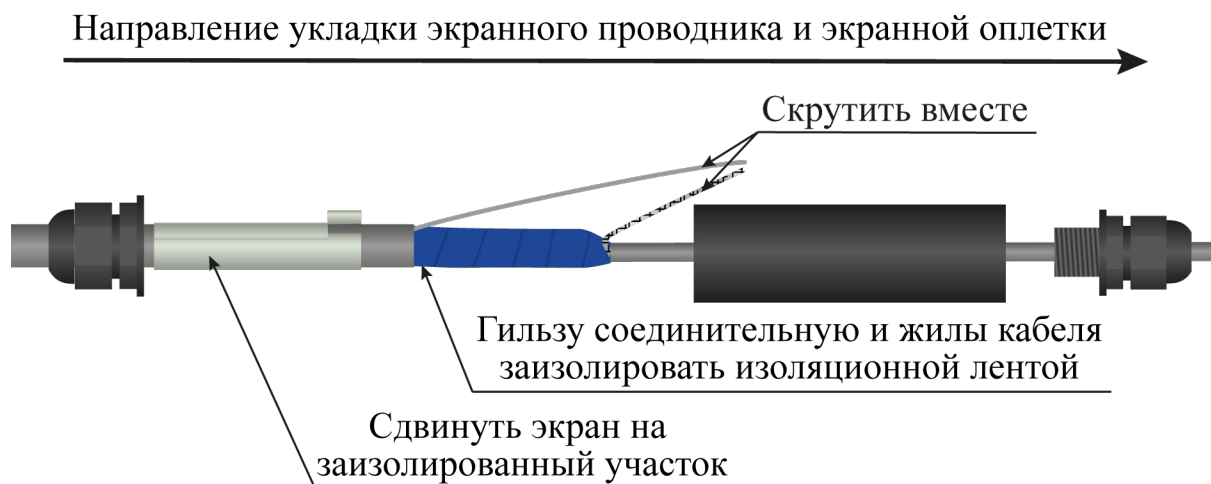

Рисунок 4.24
- гильзу соединительную и жилы кабеля ТППЭп заизолировать изоляционной лентой (рисунок 4.24);
– экранирующий проводник кабеля ТППЭп направить вдоль гильзы и скрутить с экраном кабеля РК (рисунок 4.24);
– сдвинуть экран муфты переходной на место соединения кабеля ТППЭп и кабеля РК (рисунок 4.24);